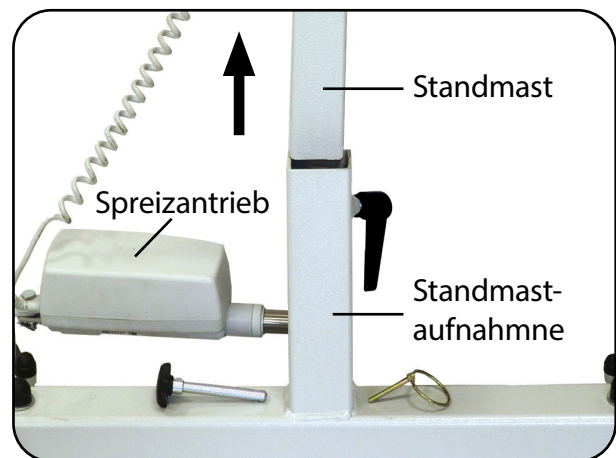

Abb. 13.2.03 – Standmast herausziehen
1. Bremsen Sie die beiden hinteren Laufrollen an der Bedienerseite, durch Betätigung des Tritthebels (Abb. 13.2.03) (siehe Kapitel Bedienung Abschnitt **Laufrollen**).
6. Ziehen Sie den Standmast aus der Standmastaufnahme am Fahrgestell hervor und verstauen Sie ihn sicher in der Originalverpackung (Abb. 13.2.03).